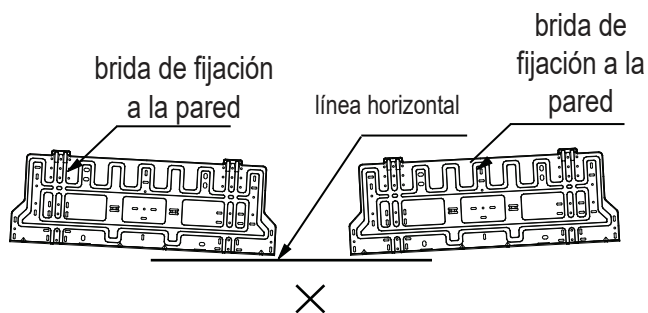

fig. 6
- Atornille la placa de fijación a la pared como se indica en "fig. 6".
- Las instalaciones incorrectas, como en los ejemplos de "fig. 6" no permiten el correcto funcionamiento del ventiloconvector.